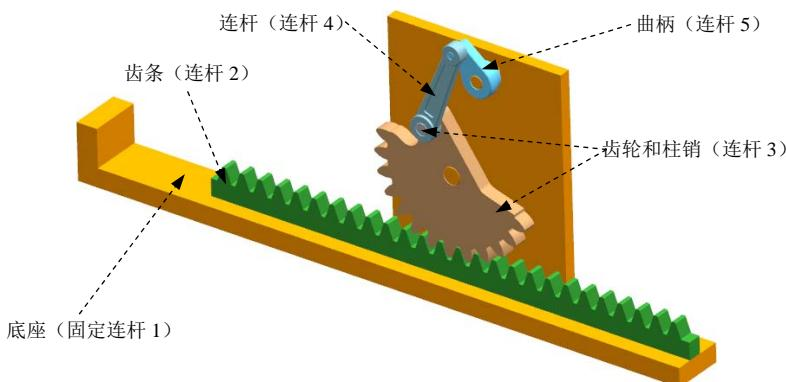

图 8.5.1 机构模型
本范例模拟的是曲柄齿轮齿条机构仿真。在该机构中，曲柄通过连杆带动部分齿轮摆动，从而使齿条进行运动。现需要求出齿轮、齿条的速度曲线以及齿条与底座上左侧挡板之间的距离曲线。读者可以打开视频文件 D:\ug85.16\work\ch08.05\winch.avi 查看机构的运行状况，机构模型如图 8.5.1 所示。
Step5. 定义固定连杆 1。选择下拉菜单 **插入(I)** → **链接(L)...** 命令，系统弹出“连杆”对话框；选取图 8.5.1 所示的底座为固定连杆 1；在**质量属性选项**下拉列表中选择**自动** 选项；在**设置** 区域中选中  **固定连杆** 复选框；在**名称** 文本框中采用默认的连杆名称“L001”；单击 **应用** 按钮，完成固定连杆 1 的定义。
Step6. 定义连杆 2。选取图 8.5.1 所示的齿条为连杆 2；在**质量属性选项**下拉列表中选择**自动** 选项；在**设置** 区域中取消选中  **固定连杆** 复选框；在**名称** 文本框中采用默认的连杆名称
Step7. 定义连杆 3。选取图 8.5.1 所示的齿轮和柱销为连杆 3；在 **质量属性选项** 下拉列表中选择 **自动** 选项；在 **设置** 区域中取消选中  **固定连杆** 复选框；在 **名称** 文本框中采用默认的连杆名称“L003”；单击 **应用** 按钮，完成连杆 3 的定义。
Step8. 定义连杆 4。选取图 8.5.1 所示的连杆为连杆 4；在 **质量属性选项** 下拉列表中选择 **自动** 选项；在 **设置** 区域中取消选中  **固定连杆** 复选框；在 **名称** 文本框中采用默认的连杆名称“L004”；单击 **应用** 按钮，完成连杆 4 的定义。
Step9. 定义连杆 5。选取图 8.5.1 所示的曲柄为连杆 5；在 **质量属性选项** 下拉列表中选择 **自动** 选项；在 **设置** 区域中取消选中  **固定连杆** 复选框；在 **名称** 文本框中采用默认的连杆名称“L005”；单击 **确定** 按钮，完成连杆 5 的定义。